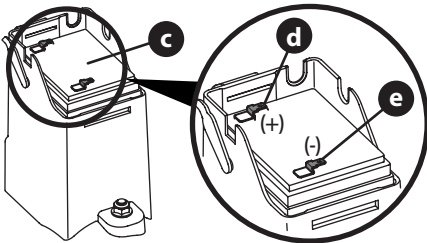

Figura 43
- Instalación de la batería (Figura 43):